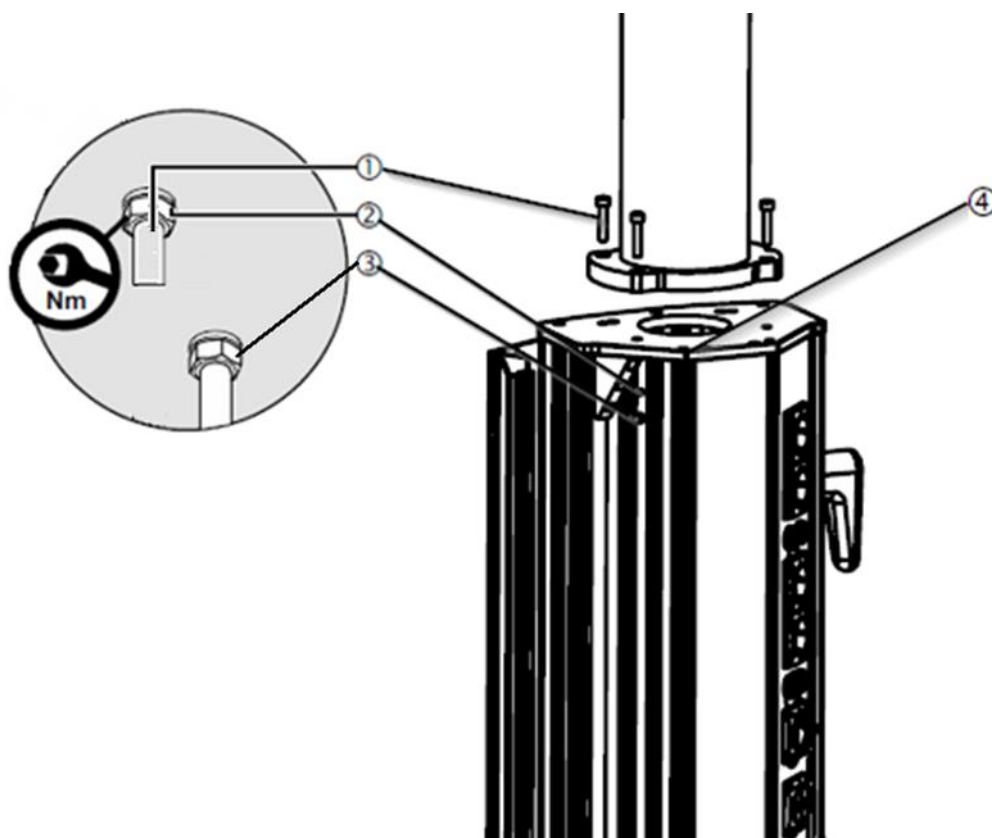

Fig. 38 Montage de la tête de service sur le tube de descente.
- Ouvrez l'un des couvercles latéraux de la tête d'entretien ① en retirant les vis à tête cylindrique M4x16 ④ en haut et en bas. Le couvercle latéral peut maintenant être ouvert comme indiqué dans la figure 38, révélant l'intérieur de la tête de service.
- Insérez les 4 vis à tête cylindrique M8 ① dans les 4 encoches prévues sur le dessus de la tête de service.
- Pour chaque vis à tête cylindrique M8 ①, placer 1 rondelle de blocage S10 ② (comme illustré dans la figure 38) de manière à ce que la rondelle plate soit placée entre le joint supérieur de la tête de service (à l'intérieur) et l'écrou hexagonal correspondant ③.